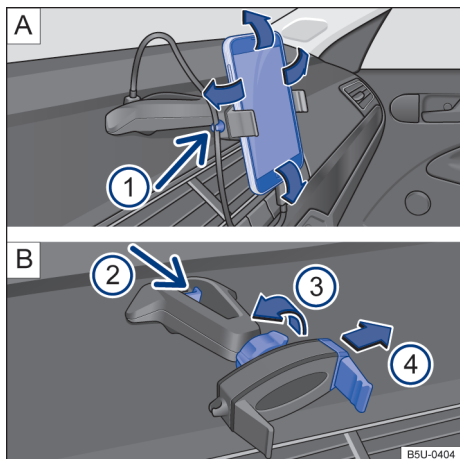

Fig. 146 No console central: suporte para smartphone e ajustes.
- Segurar o suporte com uma mão e pressionar o botão de destravamento → Fig. 146 [B] ② (seta).
- Com a haste → Fig. 146 [B] ④ deslocar no sentido da seta, e instalar o smartphone no alojamento.
- Com a outra mão deslocar a haste → Fig. 146 [B] ④ até que seja possível remover o aparelho do alojamento.
- Colocar o cabo USB na entrada carregador USB do suporte existente no painel de instrumentos → Fig. 146 [A].
- Prender o cabo no suporte → Fig. 146 [A] ①.
- Para liberar o movimento do suporte, girar a trava → Fig. 146 [B] ③ no sentido contrário da seta.
- Para fixar a posição, girar a trava no sentido da seta ③ → Fig. 146 [B] até a fixação total do suporte.
O suporte para smartphone tem garantia de 3 anos, com exceção da haste deslizante (garra) → Fig. 146   que tem garantia de 1 ano.